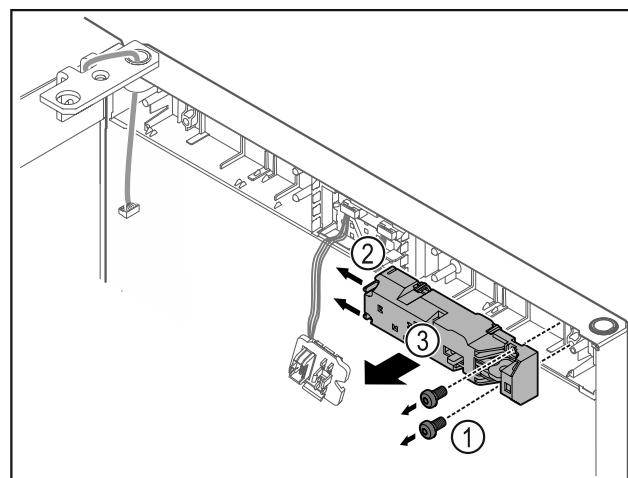

Fig. 23
► Извлеките винты Fig. 23 (1).
► Сдвиньте защелки Fig. 23 (2) в сторону и снимите замок дистанционного открытия Fig. 23 (3).